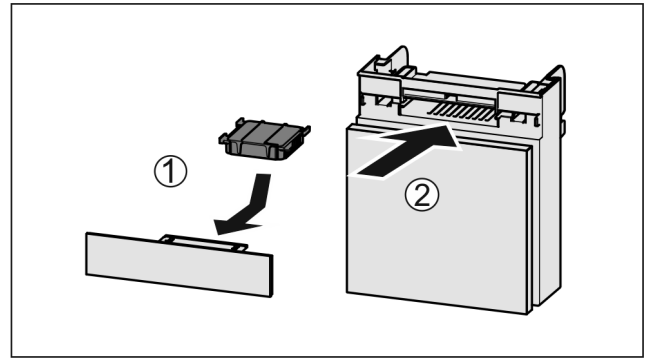

Fig. 108
- Inserire il vano Fig. 108 (2).